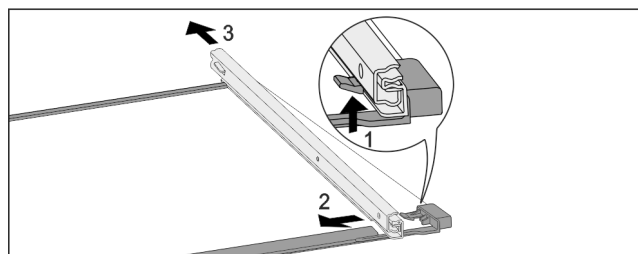

Fig. 142 Tablette en verre avec rails
- ▶ Pousser le crochet d'enclenchement avant vers le bas. Fig. 142 (1)
- ▶ Pousser le rail télescopique vers le côté Fig. 142 (2) et vers l'arrière Fig. 142 (3).